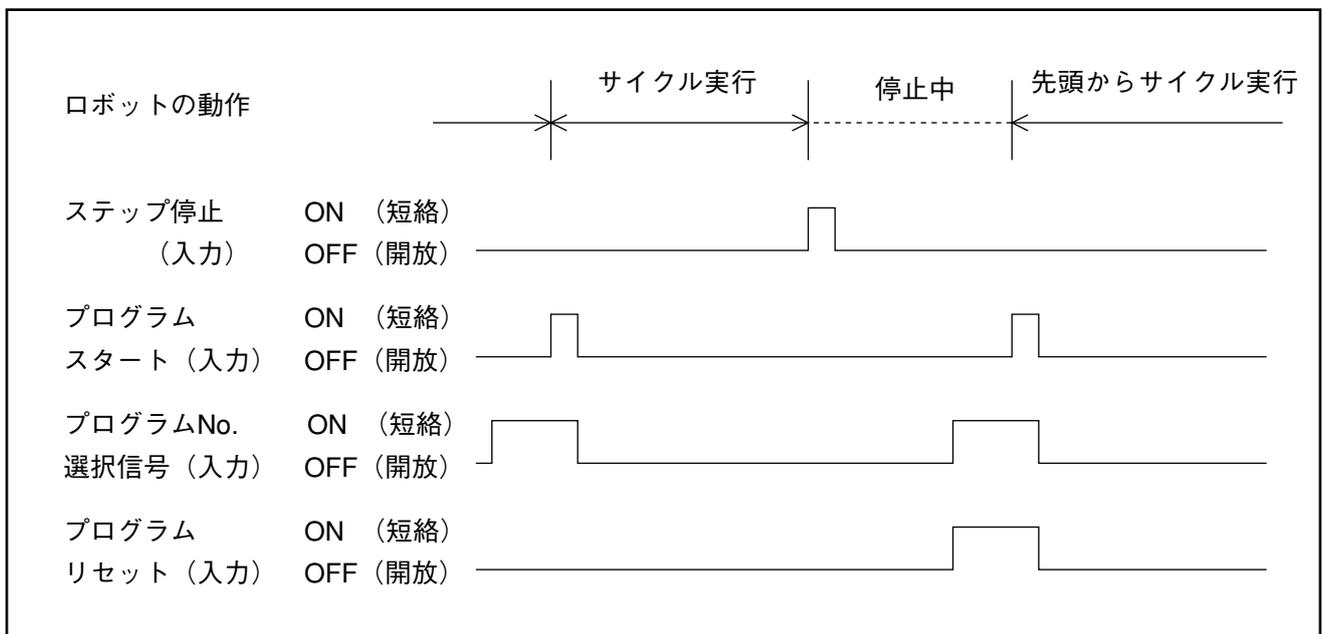

図5-36 プログラムリセット信号の入力条件と動作
(3) 入力条件と動作
- ①入力条件と動作のタイミングチャートを図5-36に示します。
- ②プログラムリセット入力はプログラムNo選択信号と併用し、また、プログラムスタート信号より先に（1ms以上）入力してください。
- ③ロボットがスタートしてから（プログラムスタートリセットが出力されてから）OFFしてください。
- ④中断したプログラムNoと、同じプログラムNoを先頭から実行する場合にも、プログラムNo選択信号は必要です。